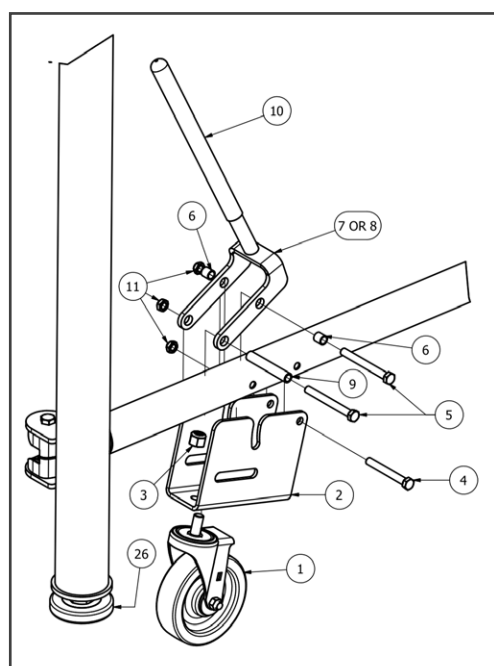

Fig. 7
5. Nivelación de patas: Una vez que el escenario se encuentra en su posición final, éste descansará sobre patas fijas en lugar de ruedas (Fig. 7). Para ello será necesaria la regulación de las patas a la altura de suelo, y la liberación de las ruedas gracias a un sistema propio del frame. Este proceso puede llevar unos 20 minutos de duración aproximadamente.